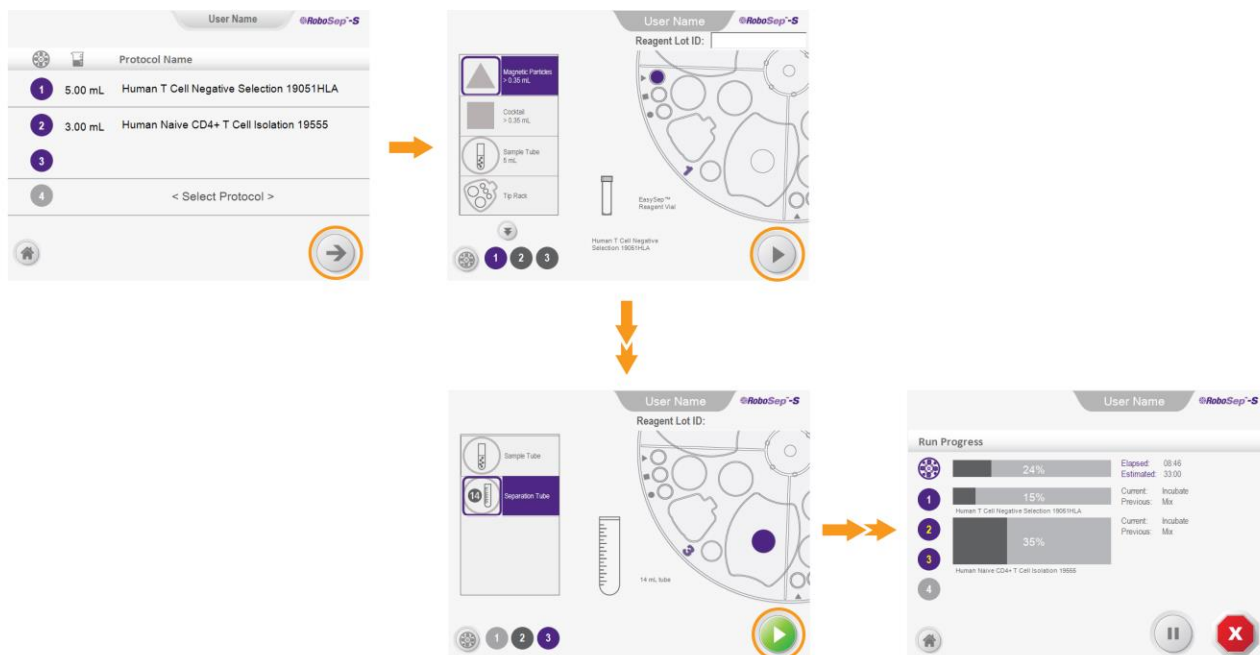

図 21. 回転式作業台へのローディングとプロトコルの実行
ご注意: **Carousel Loading** (回転式作業台へのロード) 画面に、割り当てられたサンプル量に応じて算定された分離に必要な試薬量が表示されます (図 21)。
5. **Carousel Loading** 画面で  **[Run]** を選択し、プロトコルを開始します。約 1 分後、**Run Progress** (処理進行) 画面が表示されます (図 21)。
デフォルトでは、すべてのバーコードがスキャンされます。各処理サイクルですべてのバーコードをスキャンすることを避けたい場合は、ユーザープロフィール設定を編集し、"Enable autoscanning of barcodes" (バーコードの自動スキャンを有効にする) をオフにします (セクション 4.1.3)。次に、Carousel Loading 画面で  [Barcode scanner] を選択し (図21)、四分画領域にロードされたリソースのバーコードのうち希望のバーコードをスキャンします。すべてのスキャンが完了したら、 [Save] を選択して読み取った情報を保存します。